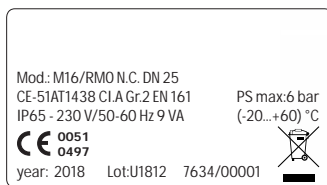

fig. 1
4.0 - RIARMO MANUALE (vedere fig.1 e 2)
fig. 1 e 2
fig. 1 and 2
fig. 1 et 2
fig. 1 y 2